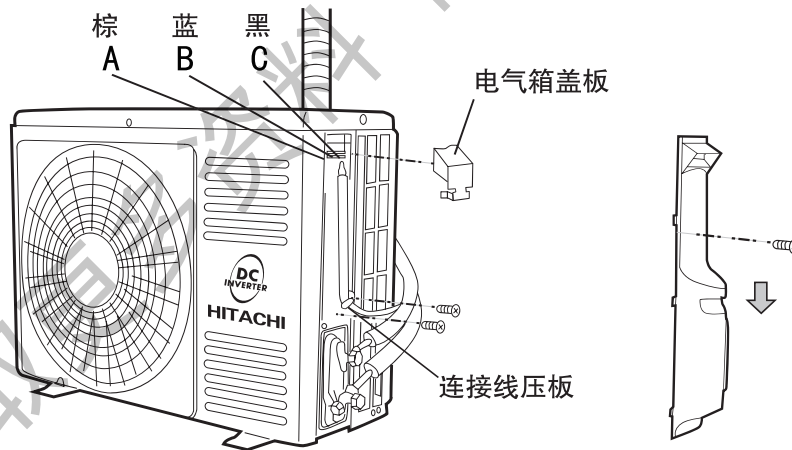

图25
- (1) 将电气箱盖板取下。
- (2) 将连接电缆分别按图25正确的牢固连接。(紧固力矩为8~15kgf.cm)
- (3) 必须将黄/绿线接至带有“⊕”标志处的接地螺钉上。
- (4) 用连接线压板将连接电缆用螺钉紧固。
- (5) 完成接线后将电气箱盖板重新安装凸台卡扣位置。
- (6) 将边盖重新安装。